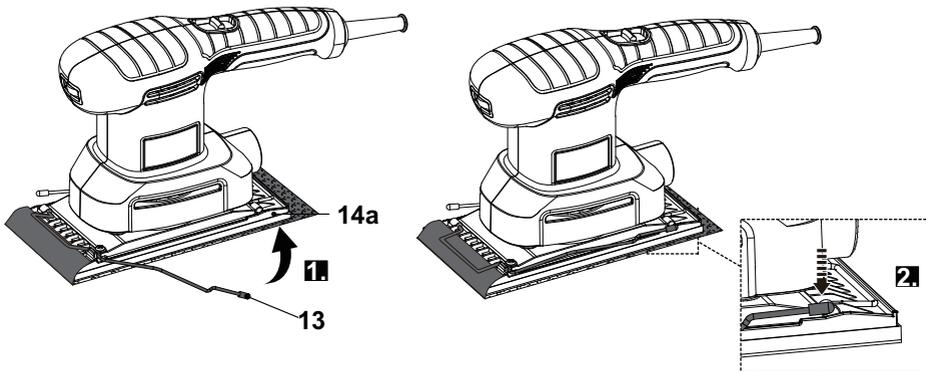

Fig. 13
> Tirez le levier de serrage (13) vers le haut le long de la semelle (14a) puis appuyez vers le bas pour l'enclencher (Fig. 13).